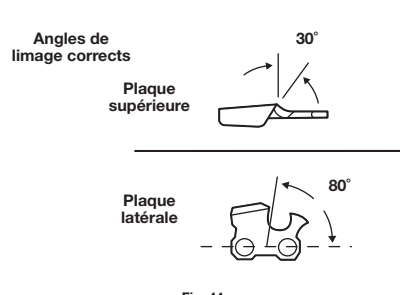

Fig. 44
- **CORRECT (30°)** – Les porte-limes sont munis de repères pour aligner correctement la lime et produire l’angle parfait pour la plaque supérieure (Fig. 44).
- **CORRECT (80°)** – Cela se produit automatiquement lorsque le diamètre correct de lime est utilisé dans le porte-lime (Fig. 44).